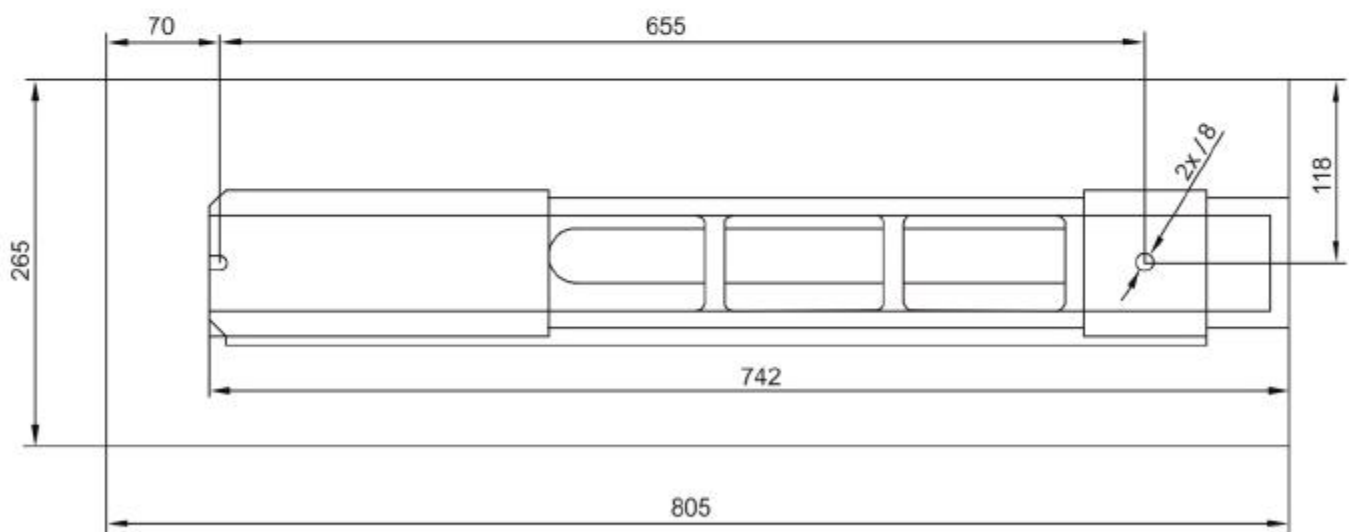

**Fig. 1**
**TOOLBOX CONTENTS (Fig. 1 )**